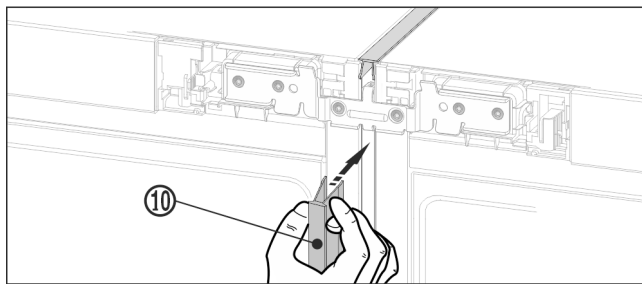

Fig. 18
- À l'avant, pousser la baguette longue Fig. 18 (10) dans la fente verticale. Veiller à ce que la baguette repose sur la tôle de jonction.